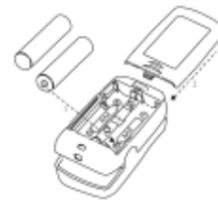

Figure 2 Installation des piles
- Reportez-vous à la figure 2, insérez deux piles de format AAA dans le compartiment des piles en suivant les indications de polarité.